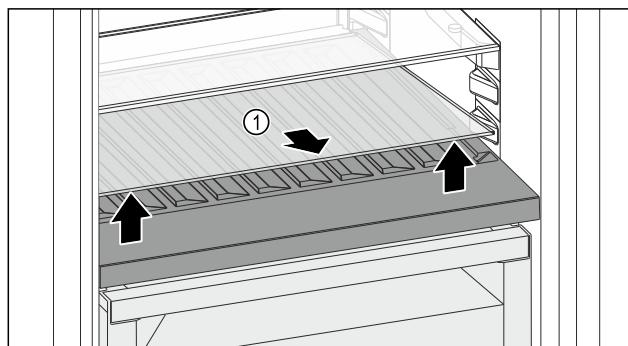

Fig. 142
- Glasplatte Fig. 142 (1) an der Aussparung vorne anheben und herausnehmen.
- Glasplatte Fig. 142 (1) außerhalb des Geräts sicher aufbewahren.